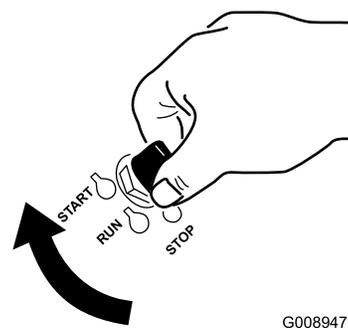

Figura 17
- Girate la chiave di accensione in posizione AVVIO (Figura 17).